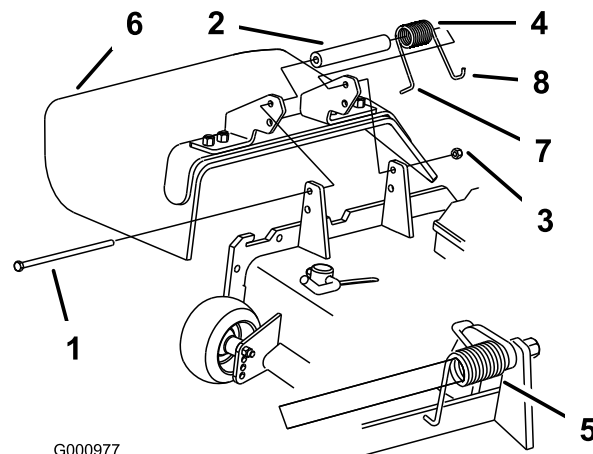

Figure 89
Remarque: Prenez soin de placer l'extrémité en L du ressort derrière le bord du tablier avant de mettre le boulon en place, comme indiqué à la Figure 89.
3. Remettez le boulon et l'écrou. Accrochez l'extrémité en J du ressort au déflecteur d'herbe (Figure 89).
1. Retirez le contre-écrou, le boulon, le ressort et l'entretoise qui fixent le déflecteur aux supports de pivot (Figure 89). Enlevez le déflecteur s'il est endommagé ou usé.